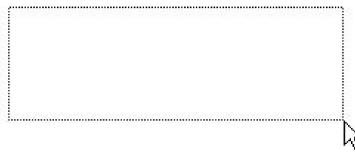
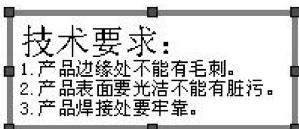

图 10-70 单击并拖动边界框
图 10-71 在边界框中输入技术要求
- 22 单击并拖动边界框，如图 10-70 所示。输入文字，如图 10-71 所示。使用【格式化】选项卡设定文字选项。在图形区域中注释外单击以完成注释。